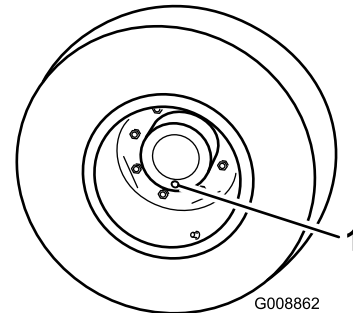

Bild 53
1. Stellen Sie die Maschine auf einer ebenen Fläche ab und positionieren Sie das Rad so, dass sich eine der Prüfschrauben in der untersten Stellung (6 Uhr) befindet (Bild 53).